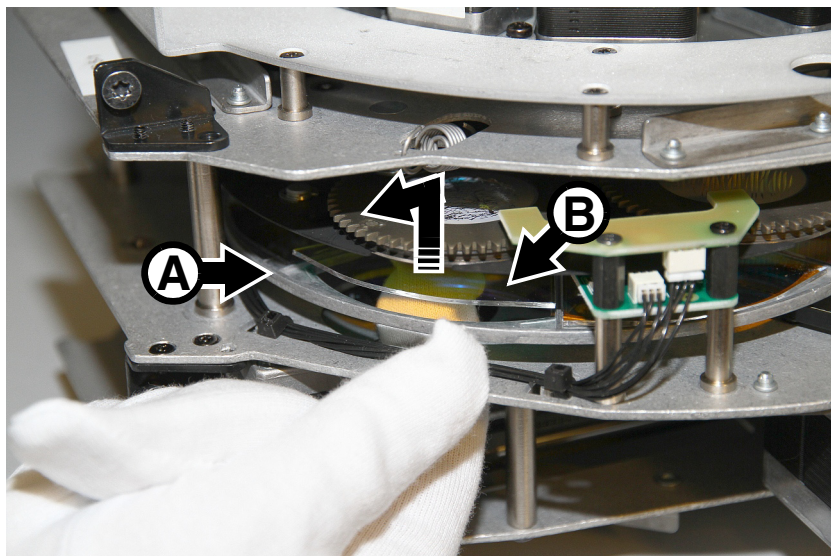

Figure 20: Retrait d'un filtre de couleur
4. Consultez la Figure 20. Tournez la roue de couleur **A** jusqu'à ce que le filtre à remplacer **B** soit accessible. Portez des gants de coton et maintenez le filtre par son bord extérieur entre le pouce et l'index. Poussez légèrement le bord du filtre vers le haut puis dégagez délicatement le filtre de son clip et retirez-le complètement. Stockez les filtres sur une surface propre et douce ou dans un casier à filtres.